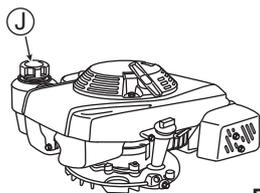

Fig. 8
1. Ouvrez le bouchon du réservoir à carburant (J) et ajoutez le carburant. Essayez immédiatement avec un chiffon si de l'essence a coulé. (Voir Fig. 8)
2. Refermez bien le bouchon du réservoir à carburant (J) après ravitaillement.